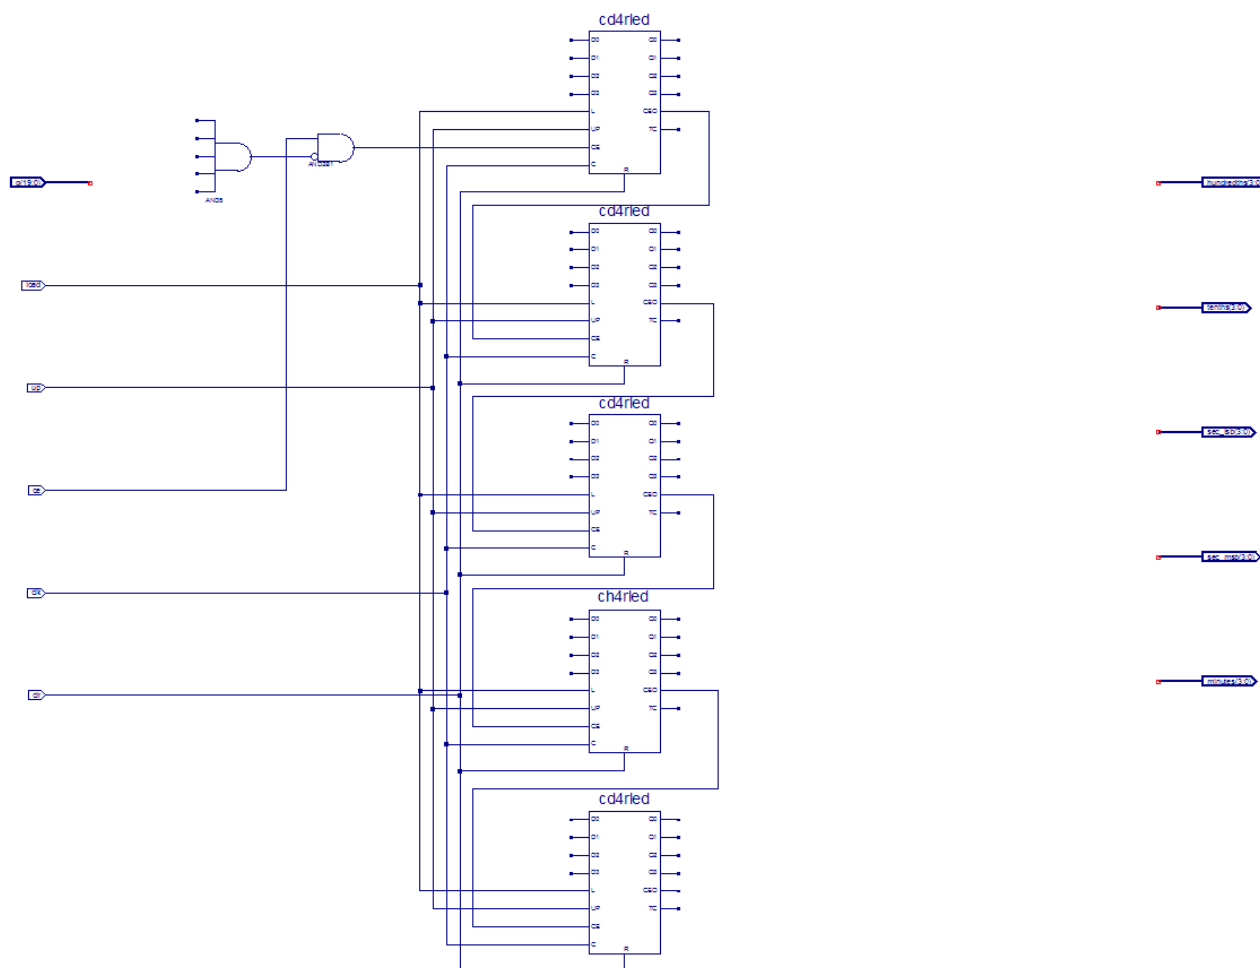

図 3-8：一部が完成した time_cnt の回路図
配置する位置は、図 3-8 を参照してください。
4. 図 3-8 に図示されているように、**load**、**up**、**clk**、**clr** 入力 I/O マーカーを 5 つのカウンタブロックの **L**、**UP**、**C**、**R** ピンにそれぞれ接続し、最初の 4 つのカウンタの **CEO** ピンを次のカウンタの **CE** ピンに接続します。